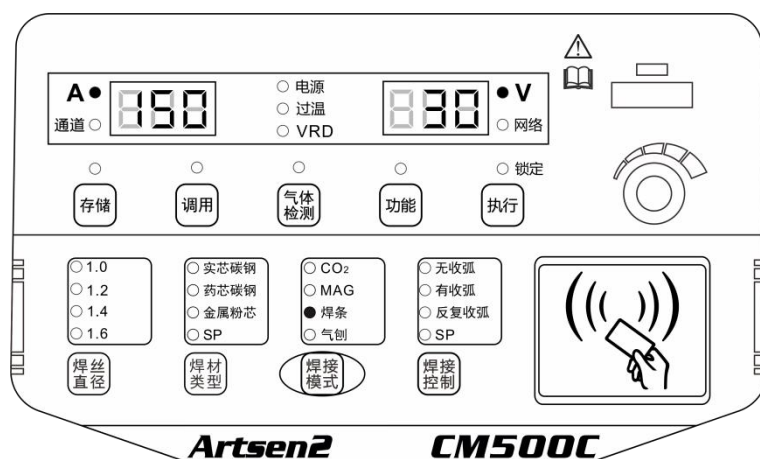

图 3-19 焊接电源电焊条设置界面
3. 参数设置完成后可进行电焊条焊接。面板显示如图 3-19 所示。